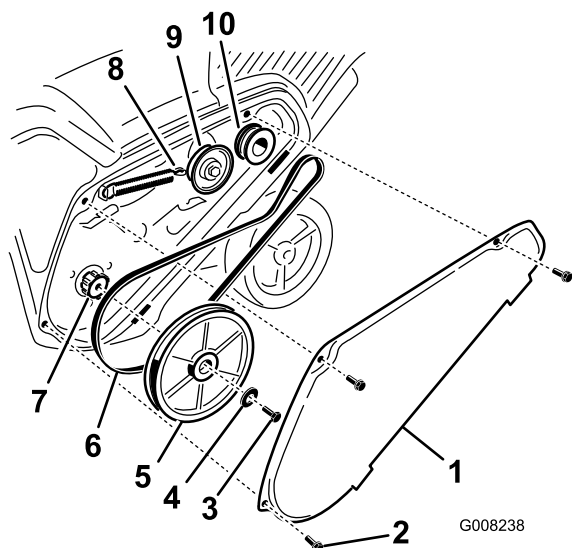

Figure 28
1. Enlevez le couvercle de la courroie d'entraînement après avoir retiré les 3 boulons comme illustré (Figure 28).
2. Débranchez le ressort de frein du bras de la poulie de tension pour détendre la courroie (Figure 28).
3. Enlevez la vis et la rondelle bombée qui retiennent la poulie de rotor (Figure 28).
4. Retirez la poulie de rotor et la courroie d'entraînement (Figure 28).
Remarque: Acheminez la courroie neuve autour de la poulie du moteur, puis de la poulie de tension, et enfin autour de la poulie de rotor desserrée, située juste au-dessus de l'arbre de rotor (Figure 28).
6. Montez la poulie de rotor sur l'arbre de rotor (Figure 28).
7. Montez la rondelle bombée et le boulon de fixation de la poulie de rotor, et serrez-les solidement (Figure 28).